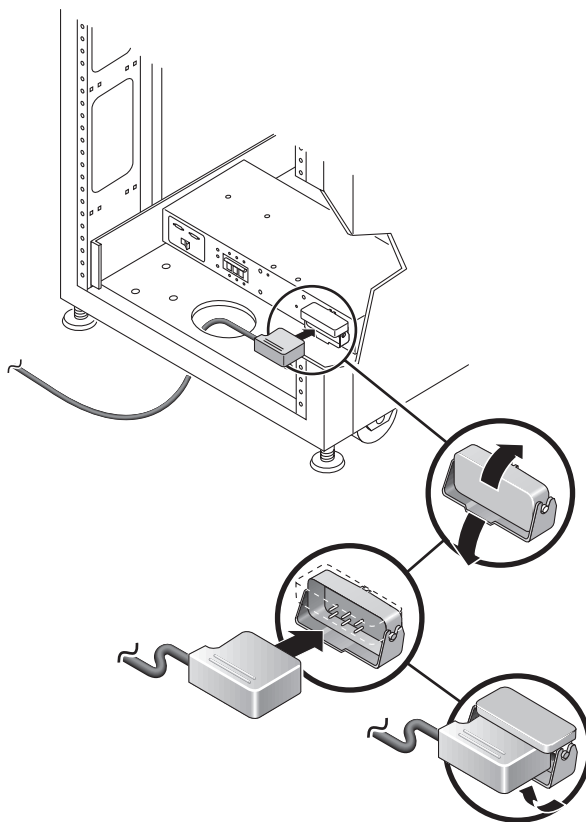

FIGURE 2-16 Connexion des câbles d'alimentation
4. Connectez chaque câble d'alimentation aux séquenceurs d'alimentation avant et arrière (FIGURE 2-16):